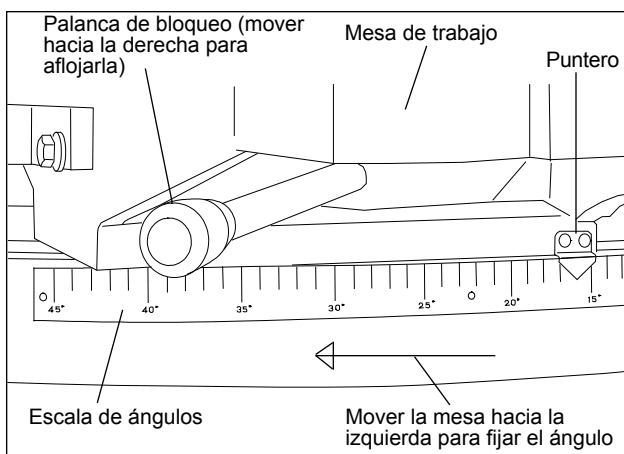

Figura 7: Traba de rápido accionamiento del cabezal oscilante
8. La traba de rápido accionamiento del cabezal oscilante (vea la Figura 7) se usa para liberar y trabar el cabezal oscilante al hacer cortes angulares de material.
1. Mueva la palanca de bloqueo hacia la izquierda para desbloquear el cabezal oscilante (vea la Figura 7).